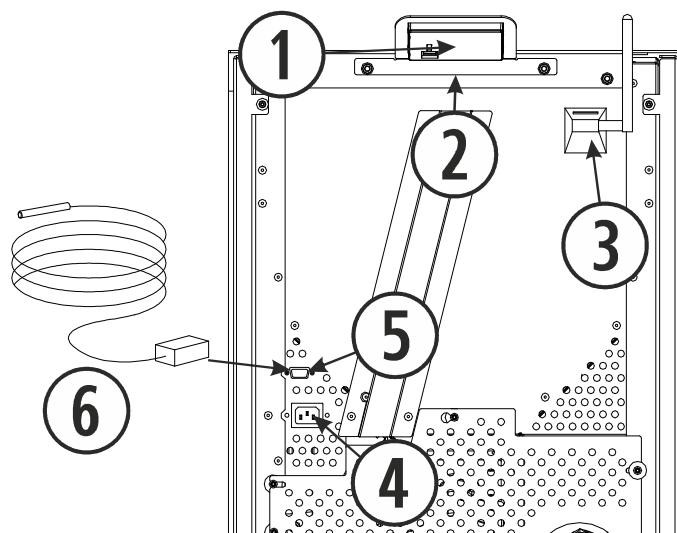

Figura 8
Ajustar los tornillos que fijan el soporte del teclado (①) a la estufa, tal y como se indica en la *figura 8*, conectar el cable de conexión del teclado, que está situada en la parte trasera sujeta con una cinta adhesiva y conectarlo en la parte trasera del teclado (④), sólo tiene una posición de conexionado.
La sonda de ambiente (⑥) y el cable de alimentación se conectan en la parte trasera de la estufa como se indica en la *figura 8*.